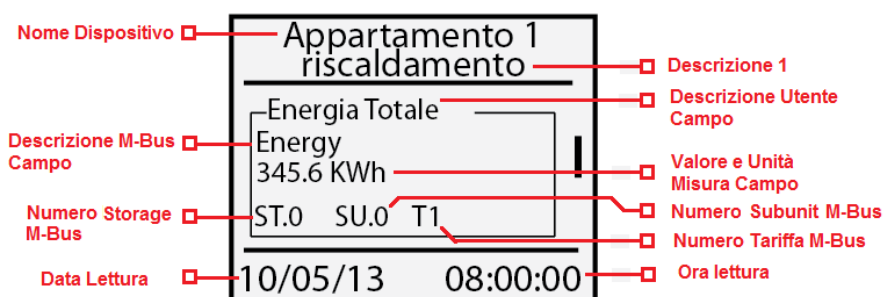

Fig. 14–Lettura Dati da Contatore Cavo
- **2-2:** premendo il tasto OK in corrispondenza di un contatore della lista si accede alla consultazione dei valori relativi all'ultima lettura effettuata (se presente). Il primo frame visualizzato, indicato in Fig. 14–Lettura Dati da Contatore, è comune a tutti i contatori trattandosi di un riepilogo delle informazioni principali del contatore come il valore del byte di stato M-Bus, l'intervallo di lettura del contatore e il seriale completo. Il byte di stato M-Bus, se diverso da zero, indica possibili anomalie del contatore. Nel caso in cui il contatore sia presente nel database interno al datalogger, per identificare l'anomalia, è necessario accedere al webserver e consultare la pagina Dispositivi dal menu Impostazioni. Nel caso in cui il contatore non è presente nel database interno è necessario fare riferimento al manuale utente del contatore per identificare l'anomalia corrispondente al numero indicato in Byte stato M-Bus